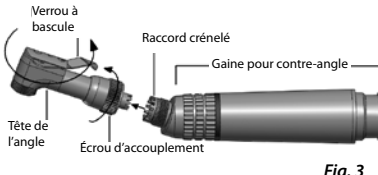

Fig. 3
Retrait des têtes de l'angle (figure 3)
2. Tournez à la main l'écrou d'accouplement dans la direction indiquée à la figure 3 pour libérer la tête.